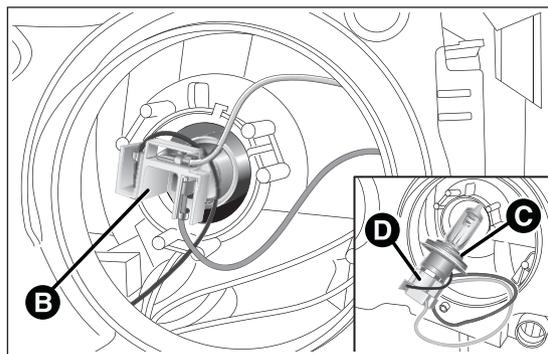

fig. 131
- ruotare in senso antiorario il gruppo connettore + portalampada B fig. 131;